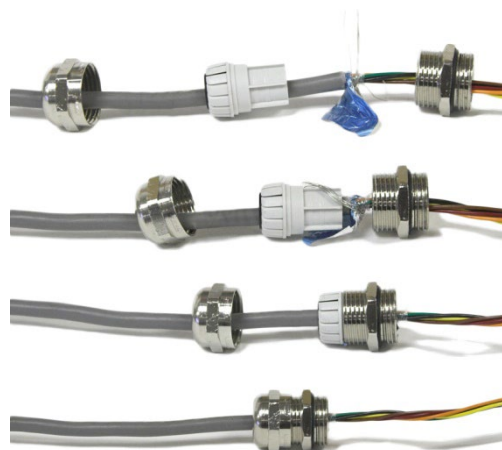

Abbildung 2-2: Abschirmungsabschluss an Kabeldurchführung
3. Die Abschirmung der Kabel muss wie in Abbildung 2-2 dargestellt an der Kabeldurchführung entfernt werden. Verteilen Sie die Abschirmungsadern gleichmäßig und stellen Sie sicher, dass die Abschirmungsadern Kontakt mit dem Metallelement der Kabeldurchführung haben.